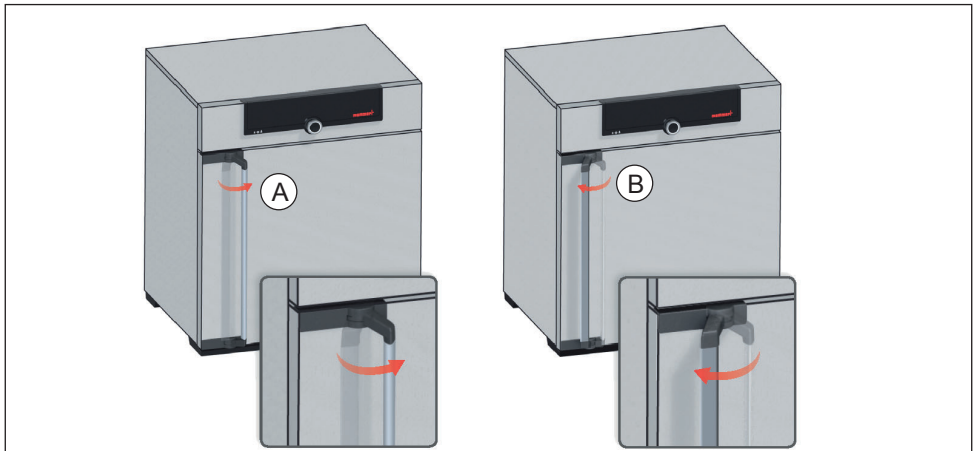

Abb. 13 Tür öffnen und schließen
- ▶ Zum Öffnen der Tür Türgriff zur Seite ziehen (je nach Türvariante links oder rechts, Abb. 13, A) und Tür ganz aufmachen.
- ▶ Zum Schließen Tür zudrücken und Türgriff zur Seite drücken (B).